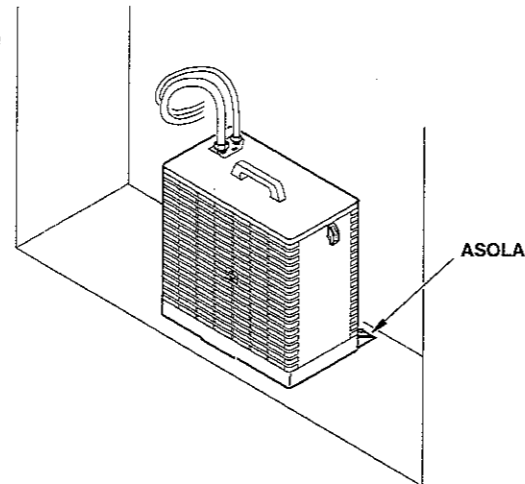

fig. 3
a. nel caso di **installazione su balcone o davanzale** fissare la sezione in modo sicuro con appositi tasselli utilizzando le due asole poste sui piedini ricavati nella parte inferiore (fig. 3);